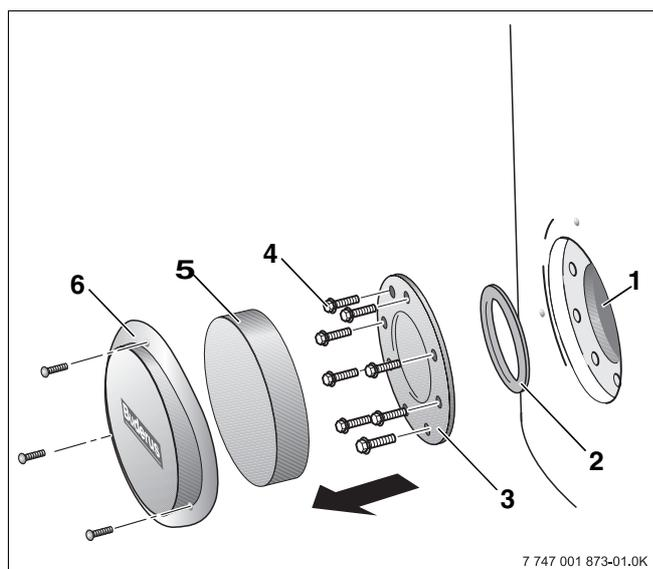

Abb. 10 Reinigungsöffnung demontieren
- Schrauben an der Handlochdeckelabdeckung (Abb. 10, **Pos. 6**) lösen.
- Handlochdeckelabdeckung und Wärmeschutzelement (Abb. 10, **Pos. 5**) entfernen.
- Sechskantschrauben (Abb. 10, **Pos. 4**) lösen, Handlochdeckel (Abb. 10, **Pos. 3**) und Handlochdeckel-Dichtung (Abb. 10, **Pos. 2**) entnehmen.